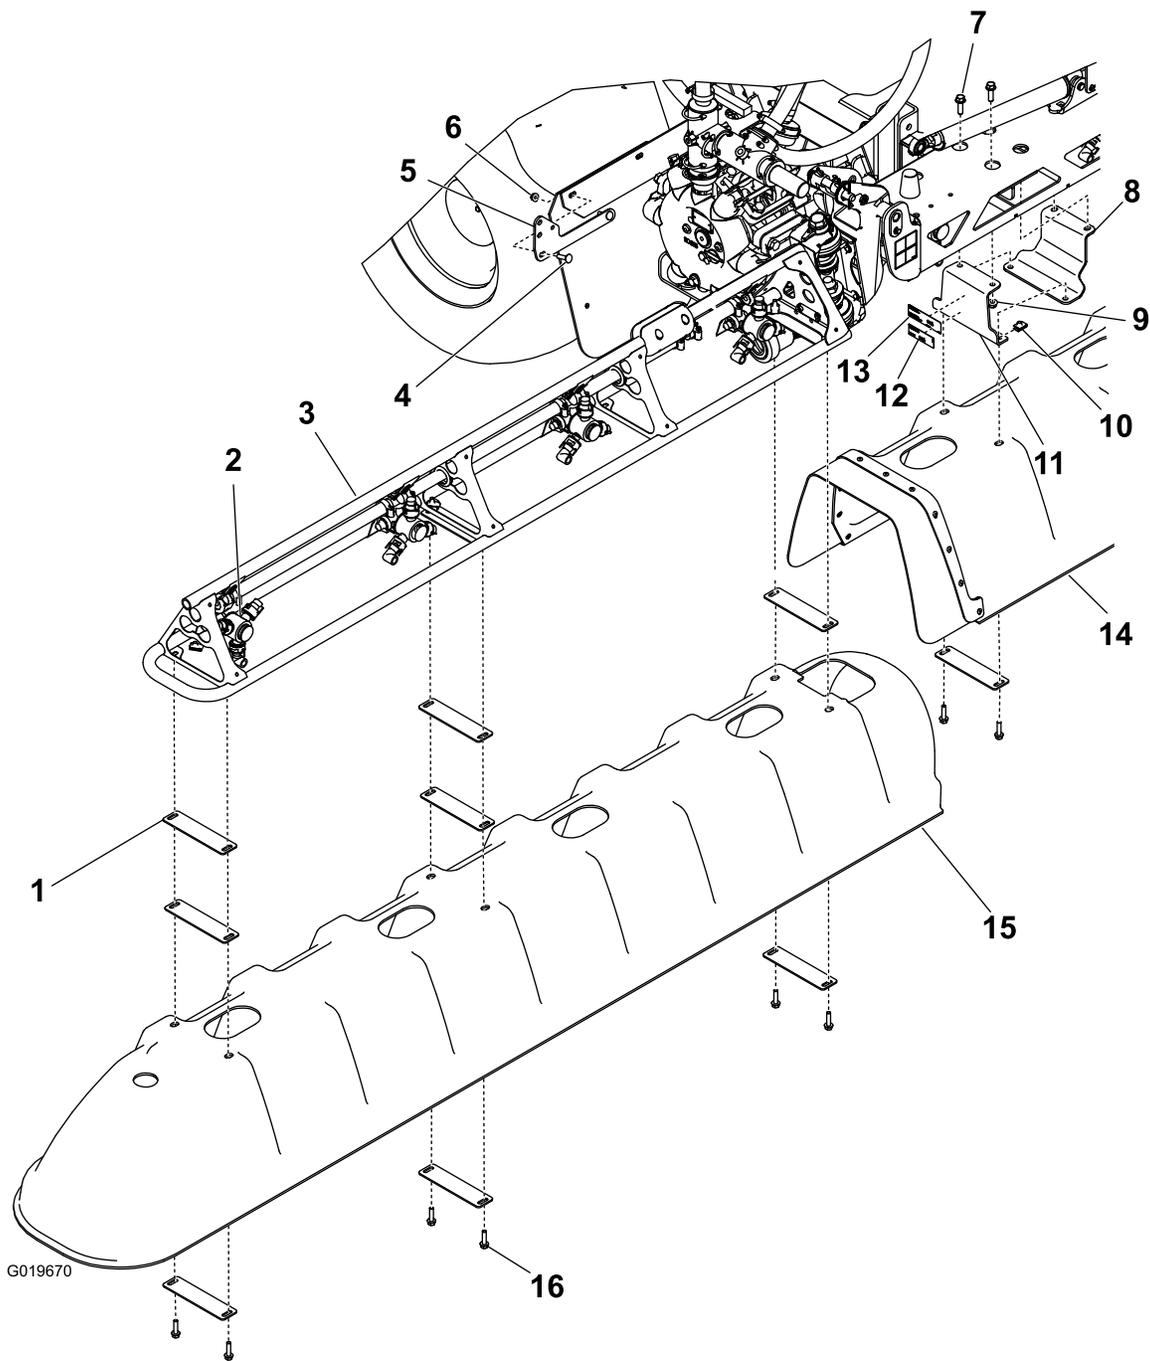

Figura 1
1. Aplique la pegatina del número de modelo/serie y la pegatina legal a uno de los soportes del brazo central, según se muestra en Figura 1.
2. Instale los dos soportes centrales y las placas de montaje en el brazo central usando 2 tornillos de cabeza hexagonal (3/8 x 1-1/4 pulgada) y 2 tuercas con arandela prensada (3/8 pulgada), según se muestra en Figura 1.
3. Instale el conjunto de la cubierta central en los soportes del brazo central con 4 tuercas de chapa, 2 chapas-arandela y 4 tornillos de cabeza hexagonal (5/16 x 1-1/4 pulgadas), según se muestra en Figura 1.
2. Instale una de las cubiertas en un brazo lateral (Figura 1) usando 8 chapas-arandela, 6 tornillos de cabeza hexagonal (5/16 x 1-1/4 pulgadas) y 6 tuercas de chapa.
1. Instale el soporte de montaje de la válvula de vaciado en la máquina con 2 pernos de cuello cuadrado y 2 tuercas con arandela prensada (5/16 pulgada), según se muestra en Figura 1.
2. Mueva la válvula de vaciado desde su posición actual e instálela sobre el soporte de montaje (Figura 1) usando el pasador de seguridad y el cordón existentes.